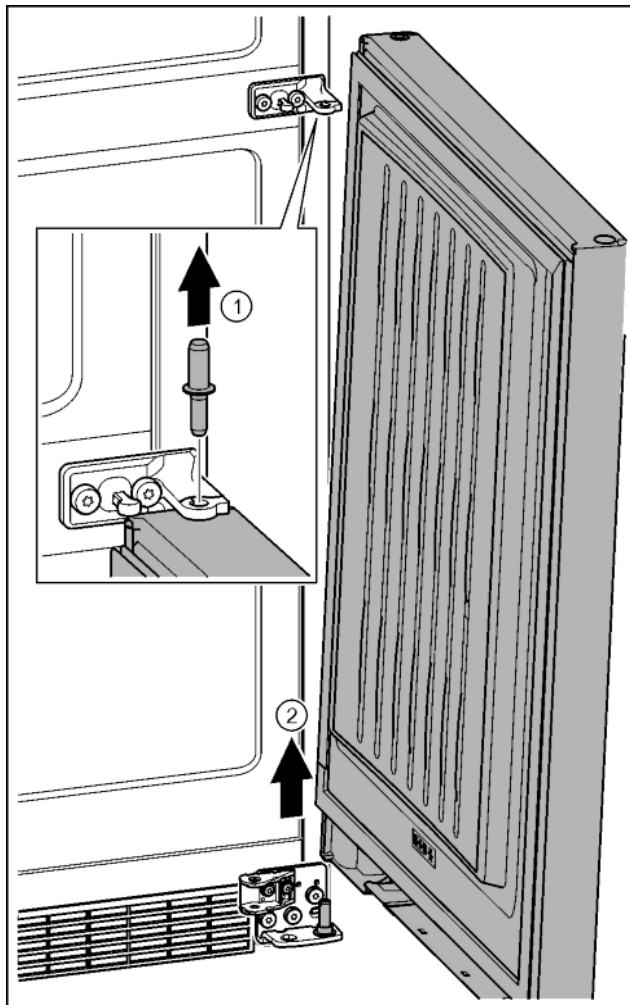

Fig. 25
- ▶ Bolzen nach oben herausziehen. *Fig. 25 (1)*
- ▶ Tür ausschwenken, nach oben ziehen und beiseite stellen. *Fig. 25 (2)*